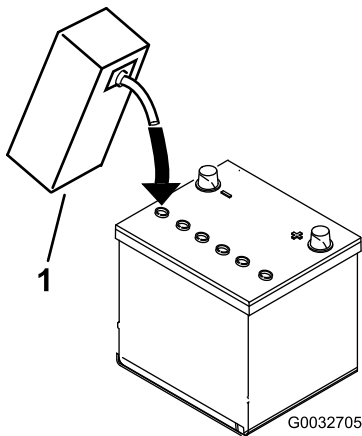

Figura 7
- Encha cuidadosamente cada célula com eletrólito até as placas estarem cobertas com cerca de 6 mm de fluido (Figura 7).
4. Aguarde aproximadamente 20 a 30 minutos para que as placas fiquem embebidas em eletrólito. Se necessário, volte a colocar eletrólito até ficar cerca de 6 mm acima do fundo do depósito (Figura 7).